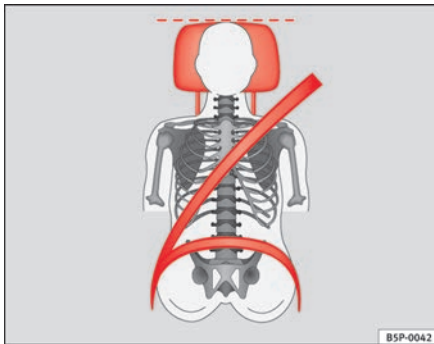
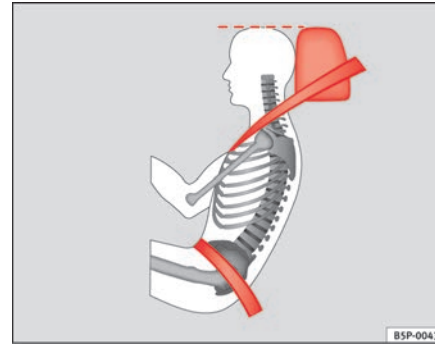

Abb. 65 Von vorne betrachtet: richtig eingestellte Kopfstütze und korrekter Gurtbandverlauf
Abb. 66 Von der Seite betrachtet: richtig eingestellte Kopfstütze und korrekter Gurtbandverlauf
- Stellen Sie die Kopfstützen so ein, dass sich die Oberkante der Kopfstütze möglichst auf einer Linie mit dem oberen Teil Ihres Kopfes bzw. mindestens auf Augenhöhe befindet ⇒ Abb. 65 und ⇒ Abb. 66.